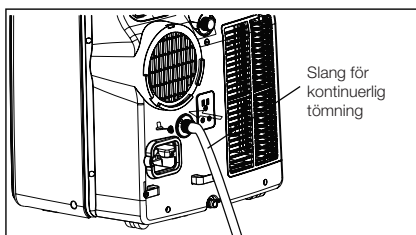

Fig. 26
2. I uppvärmningsläget behöver du ansluta en tömningsslang till enhetens baksida (se Fig. 26)